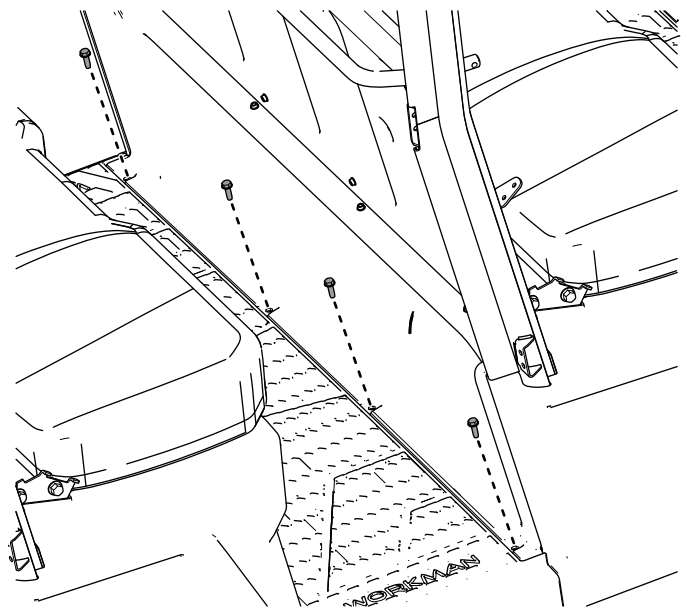

Bild 57
24. Befestigen Sie die Unterseite der Bodenwanne mit den zuvor entfernten vier Sechskant-Scheibenkopfschrauben ($\frac{5}{16} \times 1$ ") wie in Bild 57 dargestellt.